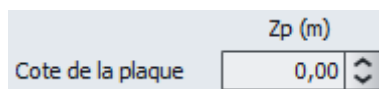

Figure C.20 : Exemple de champ de saisie numérique
- De champs de saisie numérique (cf exemple Figure C.20) ;